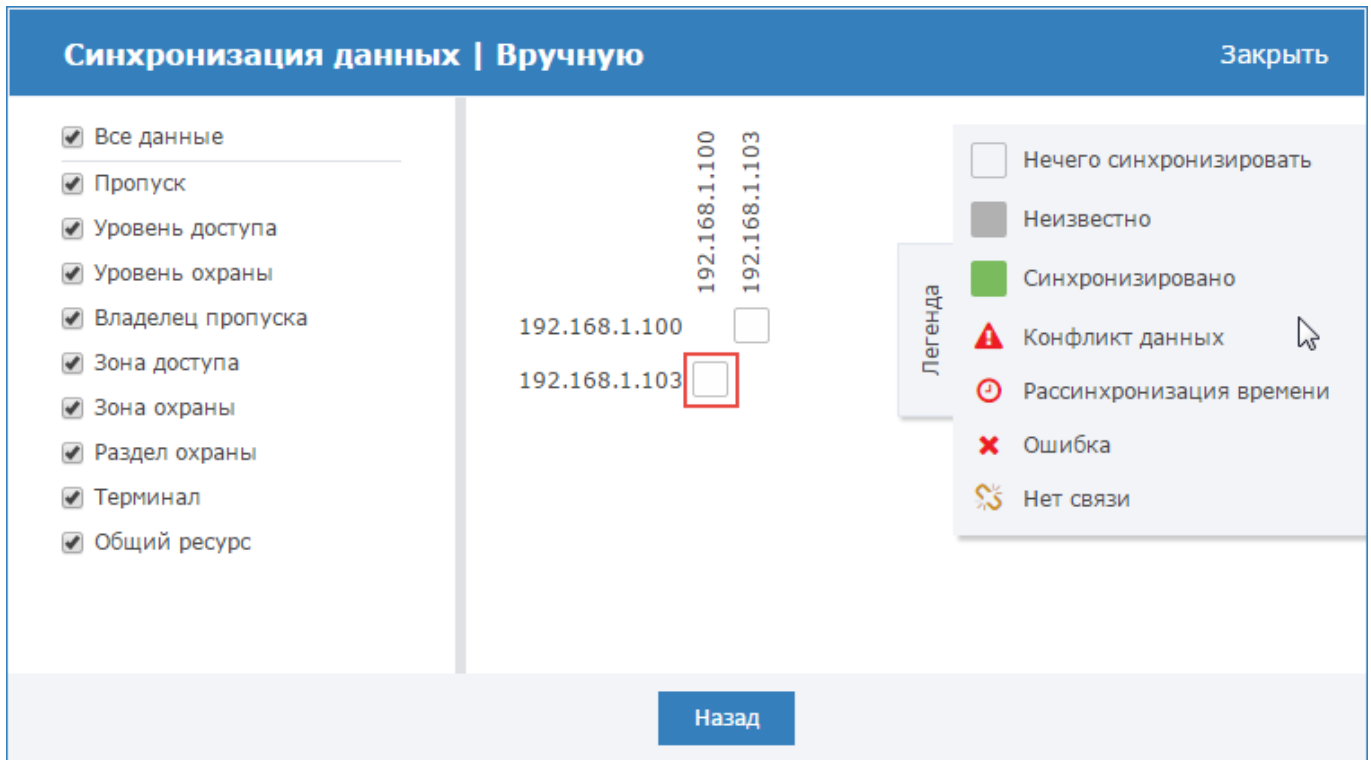

Рисунок 2.4 — Состояние синхронизации данных между узлами
- Чтобы оценить текущий статус данных, в левом столбце выберите тип данных для сравнения. В основной части окна иконками будет показано текущее состояние (рисунок 2.4).